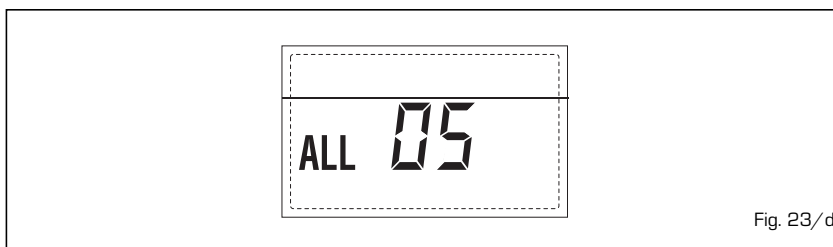

Fig. 23/d
- **BLOCCO FIAMMA "ALL 06"** (fig. 23/e)